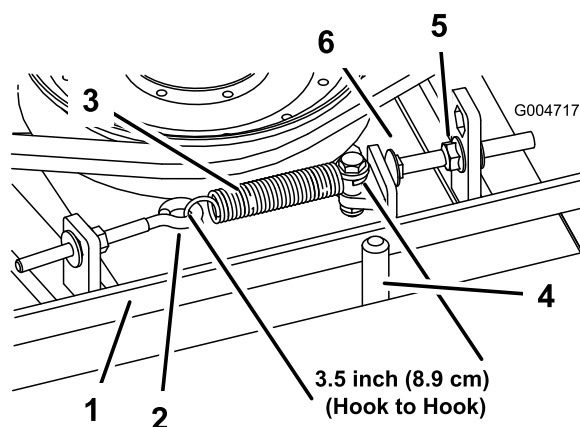

Bild 97
Bei richtiger Spannung sollte der Wert innen an der Verlängerungsfeder (Haken zu Haken) ungefähr $8,27 \text{ cm} \pm 9,53 \text{ cm}$ betragen. Wenn die Federspannung richtig ist, stellen Sie die Anschlagsschraube (Schlossschraube) ein, bis der Abstand zwischen dem Schraubenkopf und dem Spannarm ungefähr $0,17\text{-}0,4732 \text{ cm}$ beträgt (Bild 97).
Hinweis: Achten Sie darauf, dass der Riemen auf der Federseite der Riemenführung positioniert ist (Bild 97).
2. Lösen Sie den Augenbolzen, um die Verlängerungsfeder abzunehmen (Bild 97).
3. Lösen Sie die Bundmutter, mit der die Anschlagsschraube an der Befestigungsnase befestigt ist, und schieben Sie die Spannscheibe vom Riemen weg, um die Riemenspannung zu lösen (Bild 97).
9. Setzen Sie die Verlängerungsfeder (Bild 97) wieder in den Augenbolzen ein und spannen Sie den Riemen wie folgt: